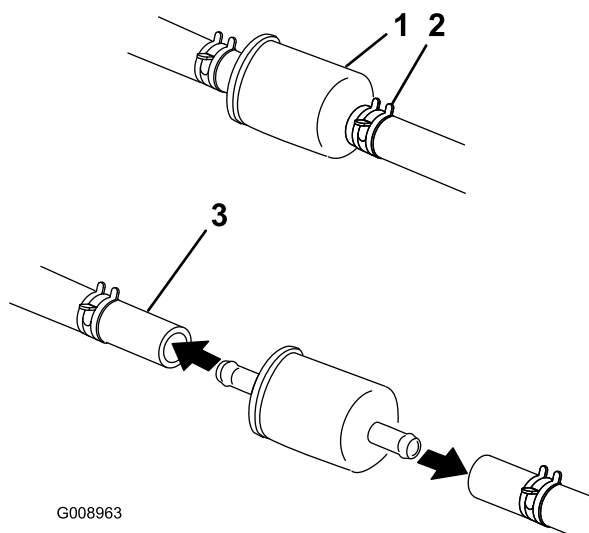

Figura 41
4. Aperte as pontas das braçadeiras de tubos e afaste-as do filtro (Figura 41).